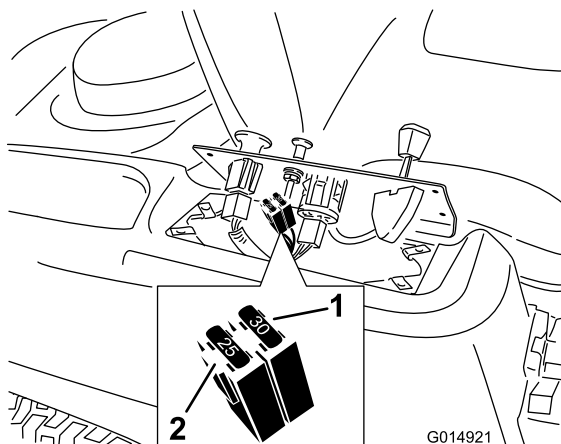

Figure 49
2. Soulevez le panneau de commande pour accéder au faisceau de câblage principal et à la boîte à fusibles (Figure 49).
3. Pour remplacer un fusible, tirez dessus pour l'enlever (Figure 49).